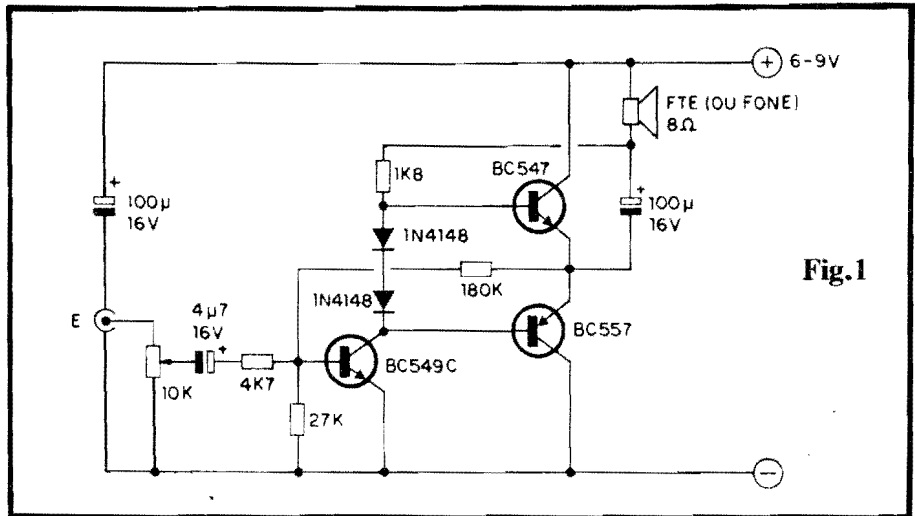

Fig.1
- **FIG. 1 - DIAGRAMA ESQUEMÁTICO DO CIRCUITO** - A estrutura já é bem conhecida dos Hobbystas "veteranos" e, em sua essência, é modernamente muito utilizada em Amplificadores de **alta Potência** (obviamente com transistores "pesados" e mais componentes nas suas redes de polarização, compensação, etc.). Entretanto, mesmo a partir dos modestos representantes da "família BC", é possível organizar-se um circuito funcional, de ótimo desempenho, (sempre considerando que não queremos "quebrar vidraças" com o som final...). O primeiro transistor, um BC549C (alto ganho, baixo ruído...) realiza a pré-amplificação dos sinais, polarizado básica-